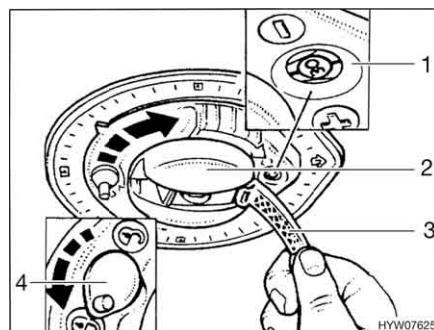

Fig. 15 Regolazione dell'angolo di inclinazione
- Ruotare eventualmente il bloccaggio (Fig. 15,4) del dispositivo di rilevamento in posizione "1".
- Ribaltare la maniglia (Fig. 15,3) della manovella (Fig. 15,2).
- Ruotare la manovella in senso orario servendosi della maniglia finché nella finestra di controllo (Fig. 15,1) è visibile il grado di inclinazione rilevato.
- Ruotare la manovella in senso antiorario servendosi della maniglia finché nella finestra di controllo (Fig. 15,1) non è visibile una casa nera "". Quando l'antenna è completamente abbassata si incontra resistenza.